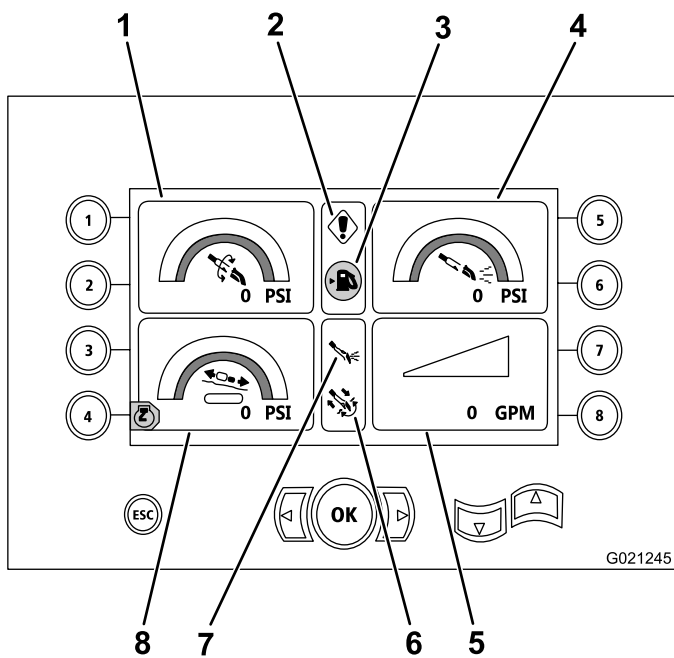

Bild 16
Dieser Bildschirm zeigt den Drehdruck, den Bohrflüssigkeitsdruck und den Wagendruck in psi sowie die Durchflussrate der Bohrflüssigkeit in gpm an (Bild 16).
- Bohr- bzw. Motorfehlercode (Bild 16)
- Kraftstoffwarnleuchte (Bild 16)
- Bohrflüssigkeit ist in der Ein-Stellung (Bild 16)
- Automatisches Bohren ist in der Ein-Stellung (Bild 16)